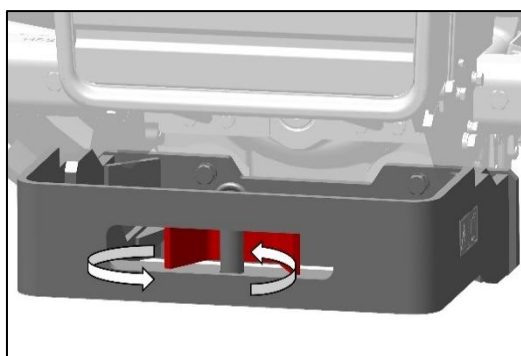

Fig. 162 – KABELDOORVOER
- b. Een touw kan aan het voorste gewichtframe worden vastgemaakt zoals aangegeven of omgekeerd, zie Fig. 162.